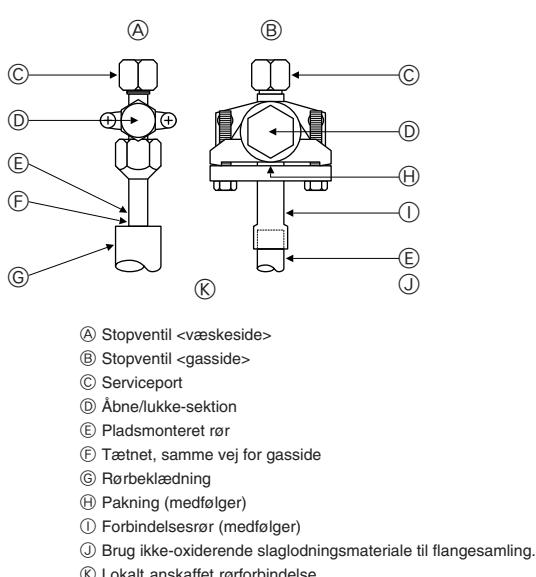

Fig. 5-5
5.4. Metode til lufttæthedstest for kølemiddelrør (Fig. 5-5)